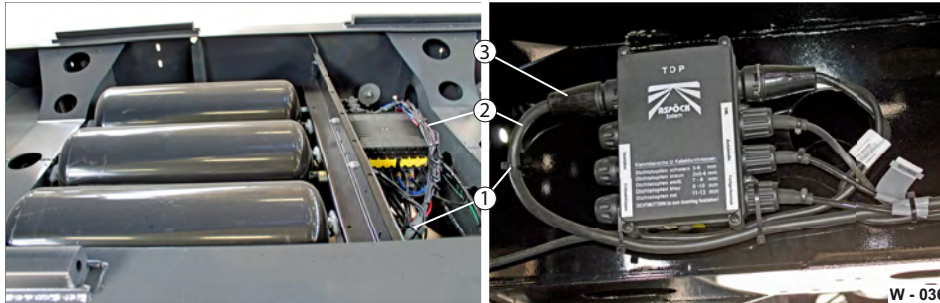

Abb. 43 Elektrische Verbindungen / Leitungen
- ▶ Erneuern Sie schadhafte / gerissene Leitungen (Abb. 43/2) und Kabelschellen (Abb. 43/1).
- ▶ Ersetzen Sie defekte Verschraubungen (Abb. 43/3).